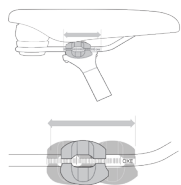

Figura 4
Se si sceglie di effettuare la propria regolazione in avanti e all'indietro, assicurarsi che il meccanismo di bloccaggio si blocchi sulla parte dritta dei binari della sella (vedi Figura 4), che non tocchi la parte curva delle guide e che si stia utilizzando la coppia di serraggio suggerita sul dispositivo di fissaggio (5)